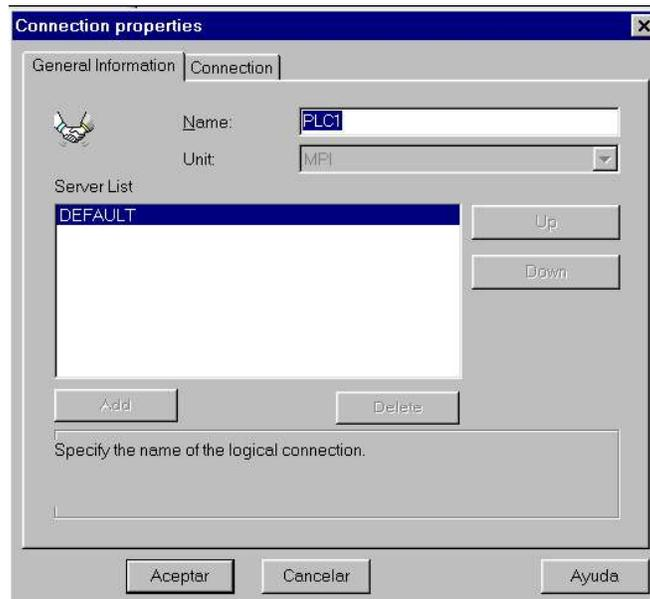

Imagen 4.8.
- Por ultimo introducir el nombre de la conexión (PLC1) y los parámetros. (Ver imagen 4.8 – 4.9)